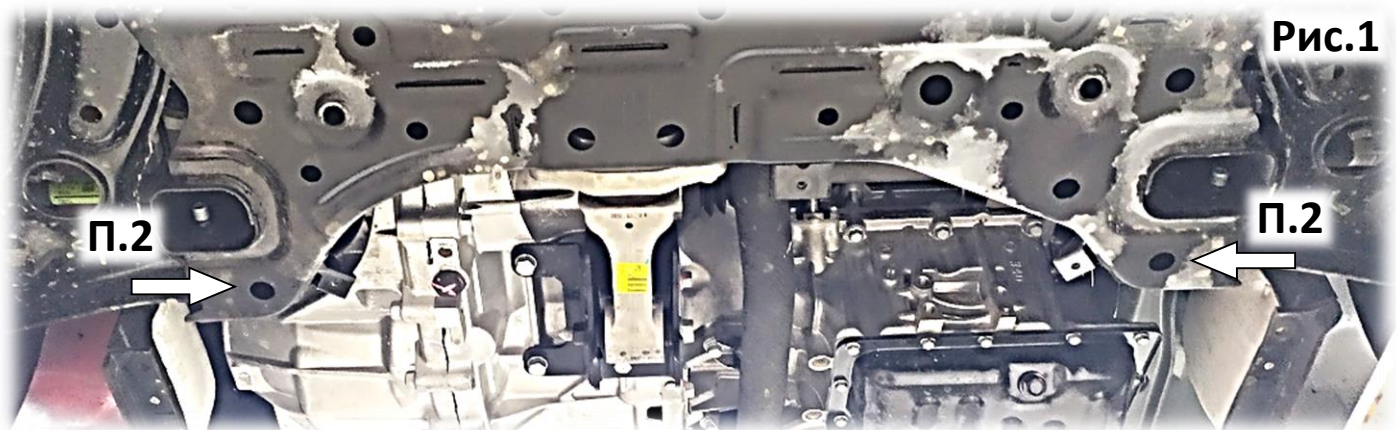

Рис.1
2. Установить две закладные планки М8х70 внутри подрамника и ввернуть через его отв. болты М8х35 на 2-3 оборота (рис.1).